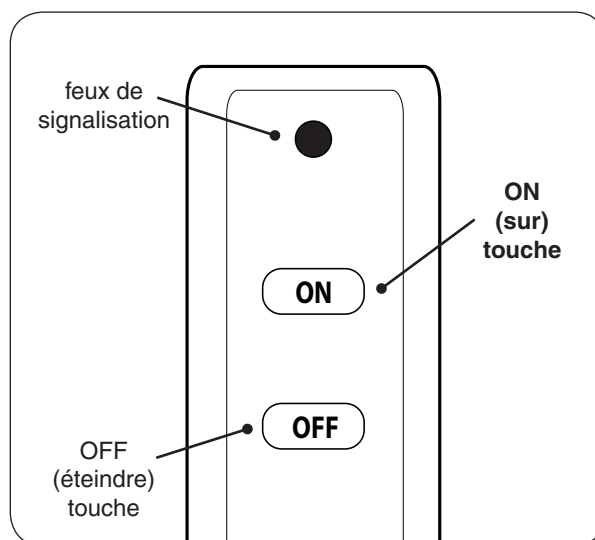

Fig. 30-2 Détail télécommande
3. Localisez la télécommande et appuyez sur la touche **ON** (sur) (voir Fig. 30-2). La séquence d'allumage commence.